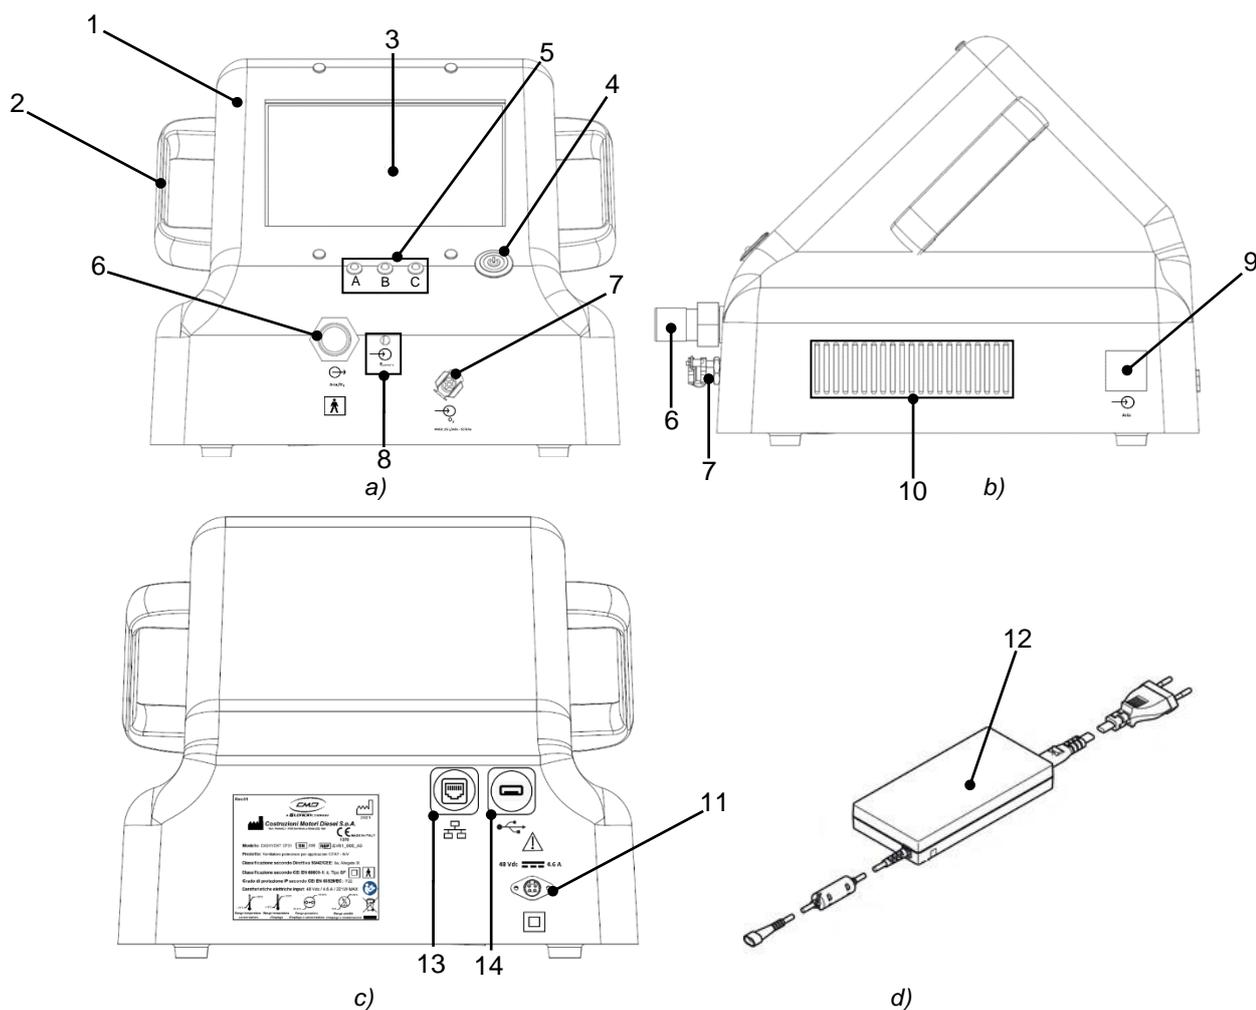

Figura 4-1. EasyVent CF01: a) vista frontale, b) vista laterale, c) vista posteriore, d) alimentatore esterno e cavo.
- in vista frontale (Figura 4-1 a) sono visibili la cover esterna con base di appoggio, le maniglie laterali, lo schermo, il pulsante di accensione/spengimento, i led e le connessioni del circuito pneumatico aria/ossigeno con il paziente;
- in vista laterale (Figura 4-1 b) sono visibili sia il punto di ingresso dell'aria esterna per il circuito pneumatico opportunamente filtrata attraverso il filtro in schiuma, che le griglie di accesso dell'aria esterna per il raffreddamento del ventilatore;
- in vista posteriore (Figura 4-1 c) è presente la connessione alla rete elettrica attraverso l'alimentatore esterno e il relativo cavo di alimentazione (Figura 4-1 d).